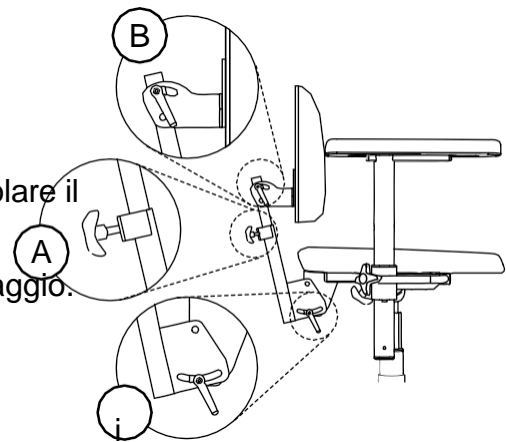

Abb.5.41. Meccanismo dello schienale standard.
Nella versione standard, l'altezza (A), l'angolo dello schienale (B) e l'angolo della funzione schienale (C) possono essere regolati, vedere Fig. 5.41. La funzione schienale consente di inclinare lo schienale in avanti fino a 15° e all'indietro fino a 30°.